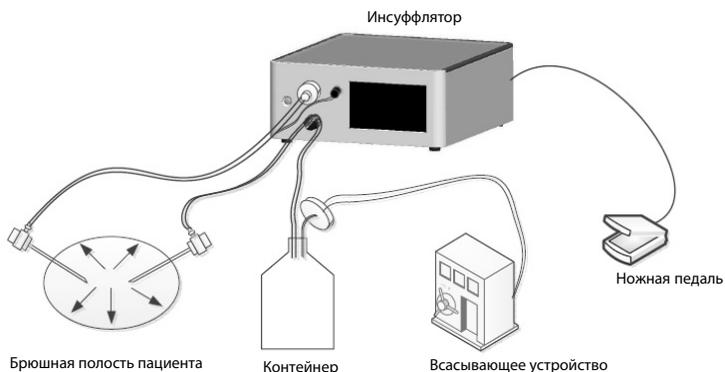

Рис. 4-13 Схема соединения для использования функции выведения углекислого газа
5. Установленная система инсуффлятора с функцией выведения углекислого газа показана на Рис. 4-13.